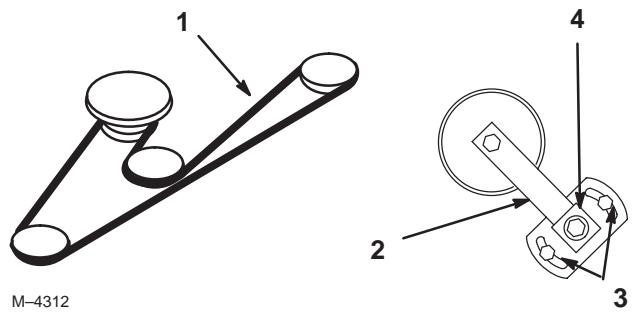

Figure 62
3. Desserrez les deux écrous de fixation de la plaque du bras de tension et déplacez ce dernier pour détendre la courroie sur la poulie de tension. Déposez la courroie usée du plateau de coupe (Fig. 62).
4. Installez une courroie neuve autour des poulies d'axe, du guide-courroie, de la poulie de tension et dans la gorge inférieure de poulie d'axe centrale (Fig. 62).